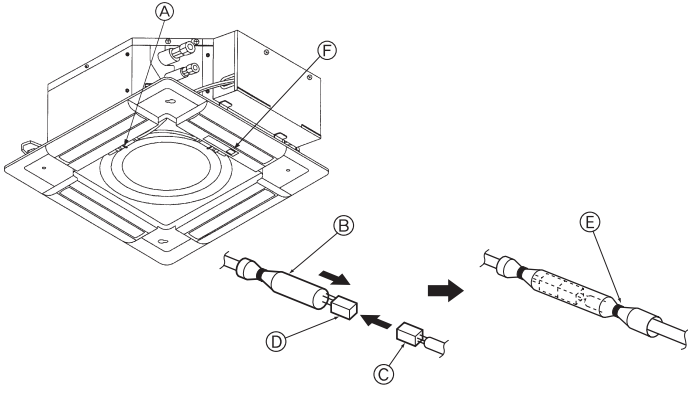

Fig. 5-8
5.3.4. Kablo bağlantısı (Fig. 5-8)